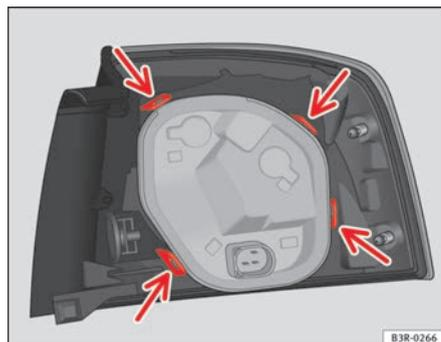

Fig. 223 Fixation du support d'ampoules dans le feu arrière
- Vérifiez que les quatre languettes de fixation ⇒ fig. 223 -flèches- sont encliquetées.